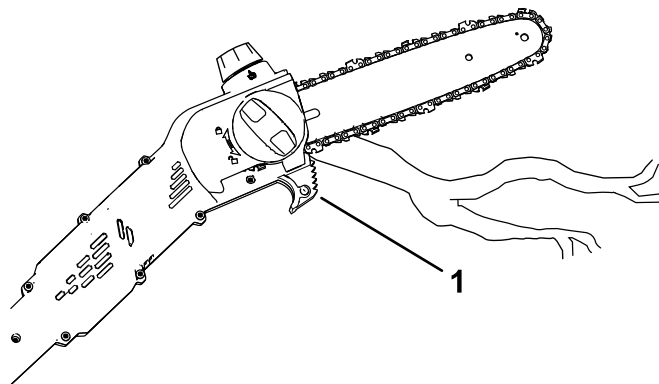

Figura 12
5. Tagliate con il ramo vicino alla parte posteriore della barra di guida, in prossimità della guida di taglio; premete la catena della sega leggermente contro il legno e fate in modo che il peso della elettrosegga guidi il taglio (Figura 12).